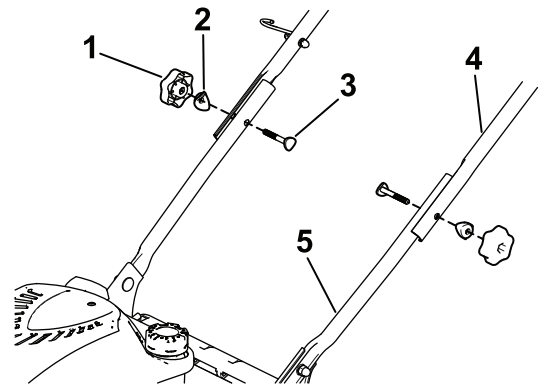

Figure 4
- Boulon (4)
- Rondelle plate (4)
- Rondelle fendue (4)
- Écrou (4)
- Fixez la partie supérieure du guidon à la partie inférieure à l'aide de 2 boutons, 2 rondelles bombées et 2 boulons. Serrez solidement les boutons du guidon (Figure 4) à la main.